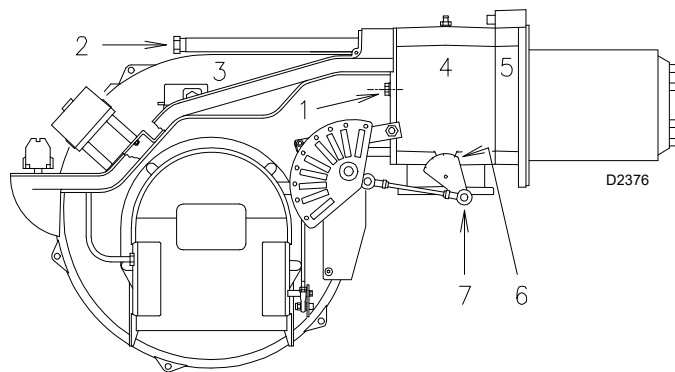

Fig. 18
- volver a montar el quemador en las guías 3) a unos 100 mm del manguito 4) - quemador en la posición indicada en la Fig. 18;
- introducir el cable de la sonda y el cable del electrodo y luego deslizar el quemador hasta el manguito, quemador en la posición mostrada en la Fig. 18;